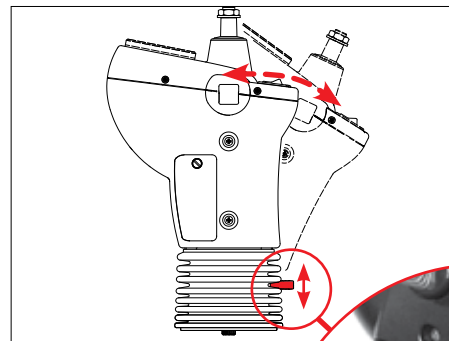

Fig. 27
1. Actionner le levier de réglage (Fig. 27).